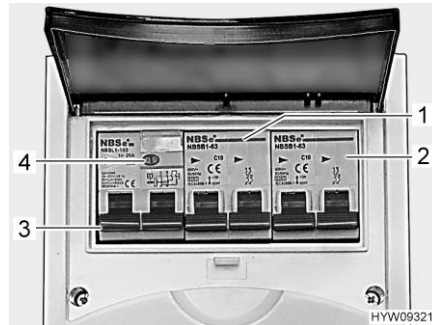

Bild 101 Leitungsschutzschalter und FI-Schalter (230-V-Sicherungskasten)
Ein Fehlerstrom-Schutzschalter (FI-Schalter) (Bild 101,3) im Sicherungskasten sichert das gesamte Fahrzeug gegen Fehlerstrom (30 mA) ab.
Der nachgeschaltete Leitungsschutzschalter (10 A) (Bild 101,1) sichert die 230-V-Steckdosen, den Elektroblock, das Zusatz-Ladegerät und den Kühlschrank ab.
Bei Fahrzeugen mit Sonderausstattung, z. B. Dachklimaanlage, sichert ein zusätzlicher Leitungsschutzschalter (16 A) (Bild 101,2) das Gerät ab.
- Wenn das Fahrzeug an die 230-V-Versorgung angeschlossen ist, die Prüftaste (Bild 101,4) drücken. Der Fehlerstromschutzschalter (FI) muss auslösen.